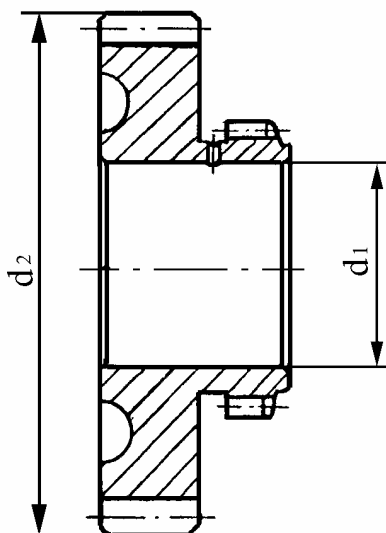

Рис. 25. Шестерни высшей и низшей передач ведущего вала.
4.7 ШЕСТЕРНЯ ВЫСШЕЙ 21213-1802036 И ШЕСТЕРНЯ НИЗШЕЙ ПЕРЕДАЧ 21213-1802040 ВЕДУЩЕГО ВАЛА РАЗДАТОЧНОЙ КОРОБКИ (рис.25).